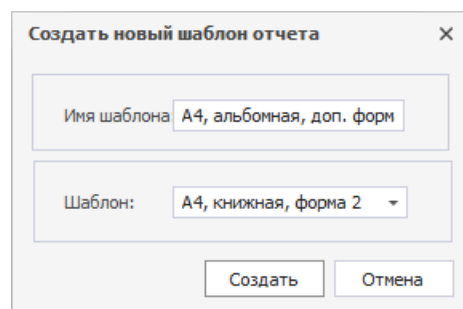

Рис. 64 Ввод имени нового шаблона
3. В поле «Имя шаблона» введите наименование нового шаблона листа ответа, Рис. 64.